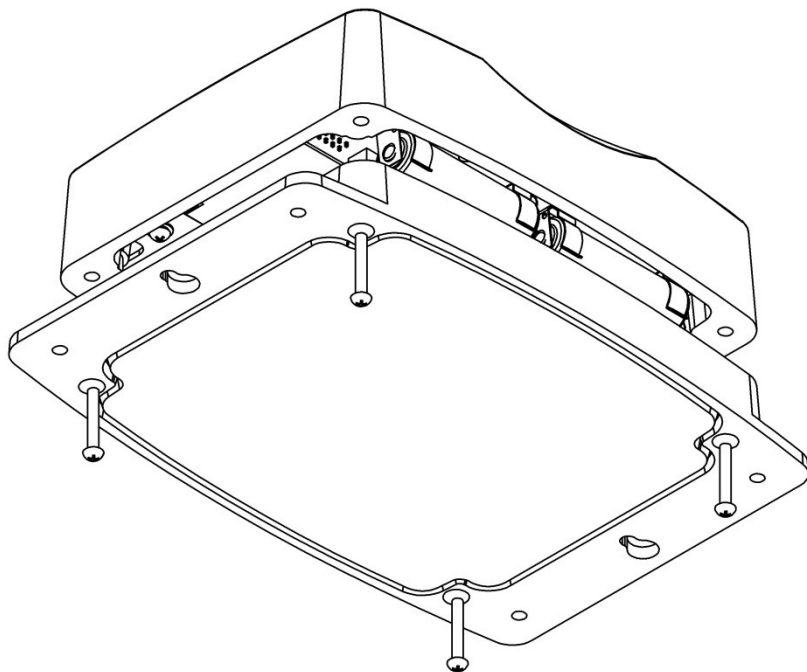
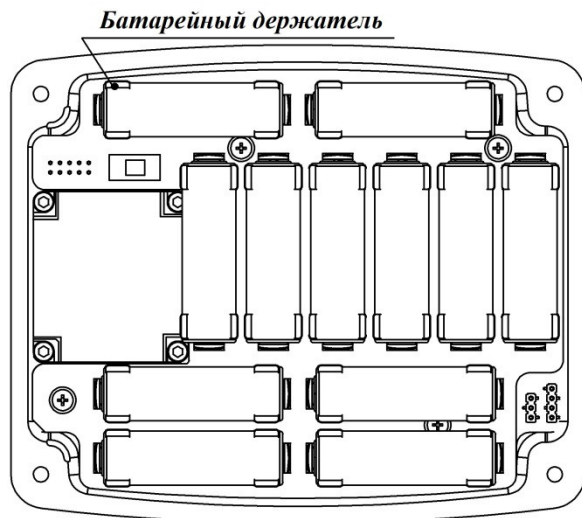

Рис. 3. Разборка устройства.
Рис. 4. Нижняя половина устройства.
6.2 Батареи устанавливаются в помещении(в целях защиты от атмосферных осадков) непосредственно перед запуском в эксплуатацию, для их установки необходимо открутить четыре винта, расположенных на нижней, опорной, части изделия, и отсоединить верхнюю половину устройства для доступа к батарейным держателям, как показано на рис.3. Батареи изначально устанавливаются при сборке изделия, для начала работы необходимо вынуть диэлектрическую прокладку, установленную между элементом питания и одним из держателей. **При самостоятельной установке элементов питания необходимо строго соблюдать полярность + и - , промаркированную на батарейных держателях как показано на рис.4, 5. При замене батареек после пребывания его при температуре ниже 5°C выдержать его при комнатной температуре не менее 3-х часов. Во время замены элементов питания в связи с плотным прилеганием их к корпусу батарейного держателя необходимо проверять надежность контакта элементов питания и клемм держателя, при необходимости придвинуть элемент питания к клемме держателя вручную.**